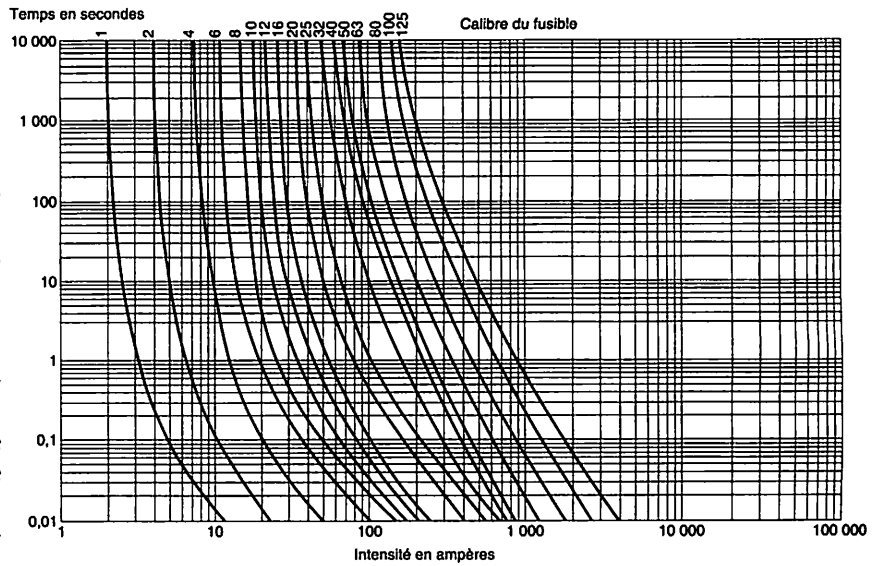

Fig. 6 : Courbes de fusion temps/courant pour fusibles gG.
- la classe gG, aM (courbes gG) (fig. 6) ;